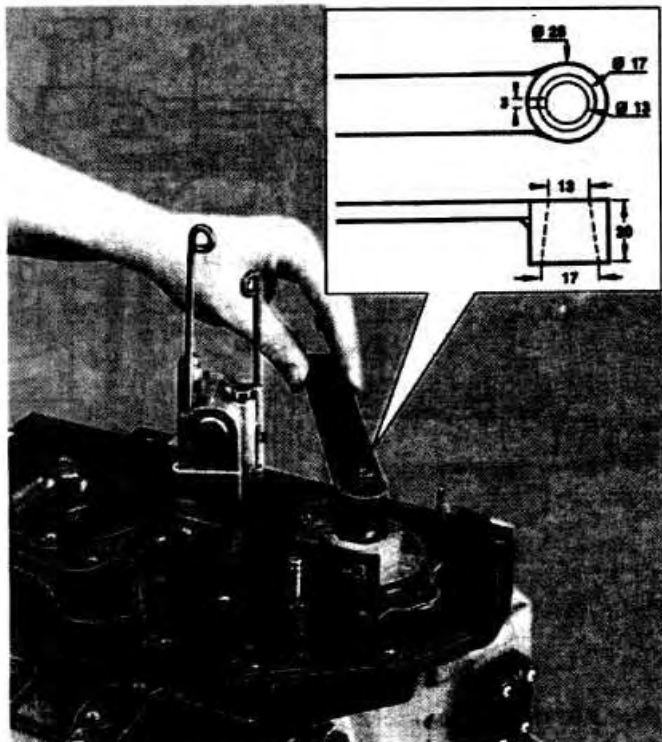

Рис. 3-9. Установка вала привода ТНВД с помощью приспособления BMW 13.5.062
- С помощью приспособления BMW 13.5.062 установить вал привода ТНВД. При этом рычаг приспособления должен находиться под прямым углом к оси установки ТНВД (рис. 3-9).